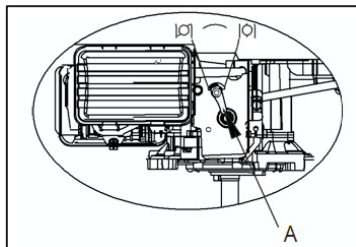

Abb. 2B
b) Stellen Sie den Gashebel auf die Choke-Position  (Abb. 2B).